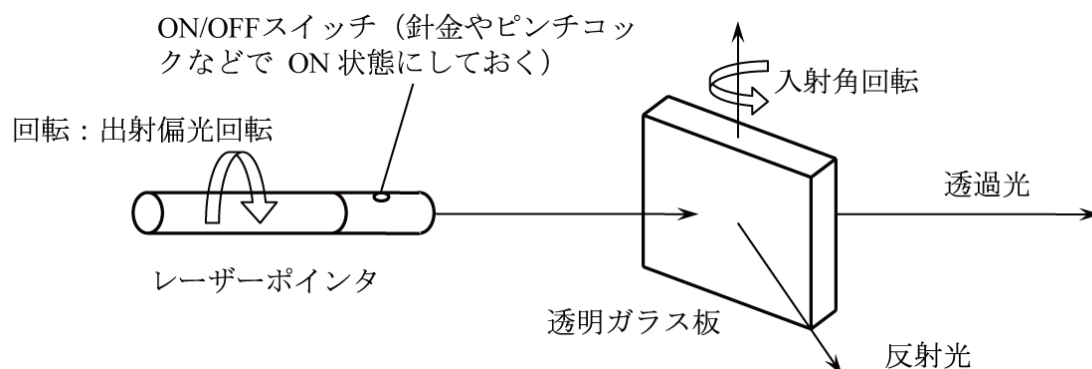

図1
- ・図1のようにガラス板を回転させて、反射光と透過光の強度変化を観察する。また、光軸を中心にレーザーを回転させる。